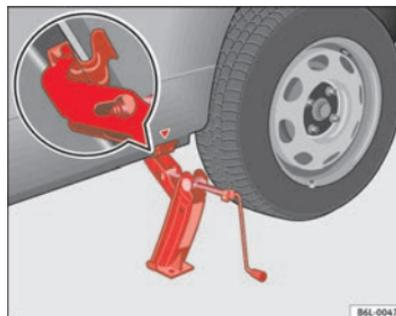

Fig. 129 Colocação do macaco
- Ajuste o macaco de modo a que a respectiva garra envolva o perfil da longarina inferior e a base móvel fique totalmente assente no chão ⇒ página 219, fig. 129.